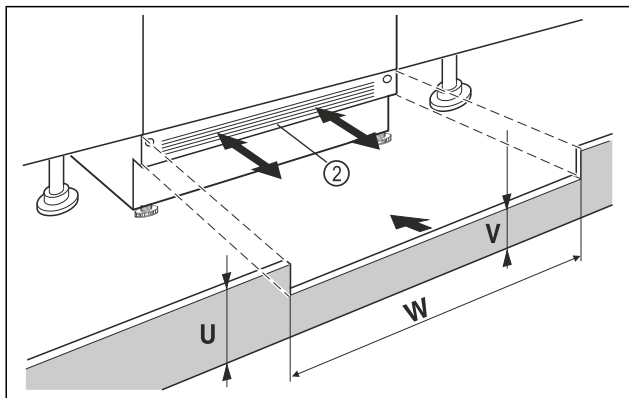

Fig. 40 Exempel
- ▶ Sätt på skåpets sockelpanel Fig. 40 (2) men fixera den inte än.
- ▶ Om sockelpanelen syns Fig. 40 (2) ska den dras framåt tills ventilationsgallret och möbelsockelpanelen ligger kant i kant.
- ▶ Om sockelpanelen är dold Fig. 40 (2) ska den skjutas bakåt så långt det går.
- ▶ Se till att ventilationsöppningarna är helt fria: Skär vid behov av möbelsockelpanelens Fig. 40 (U) på höjden!
- ▷ Längs nischens bredd passas Fig. 40 (W) stagets höjd Fig. 40 (V) under skåpets sockelpanel Fig. 40 (2) in.